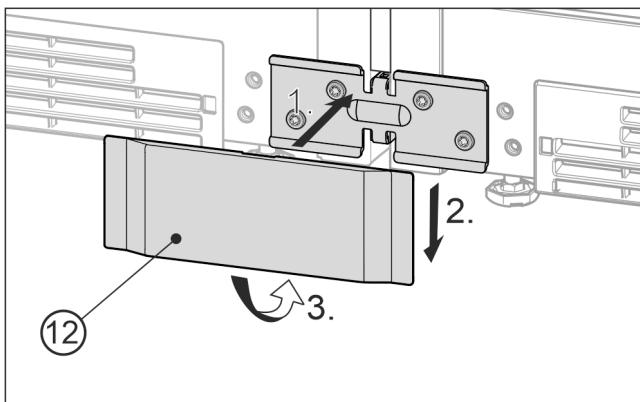

Fig. 24 Simbolična slika
- Spodnji pokrov Fig. 24 (12) s prednje strani namestite na kotnik Fig. 24 (1), ga potisnite navzdol Fig. 24 (2) in se prepričajte, da se je na spodnji strani zaskočil Fig. 24 (3).